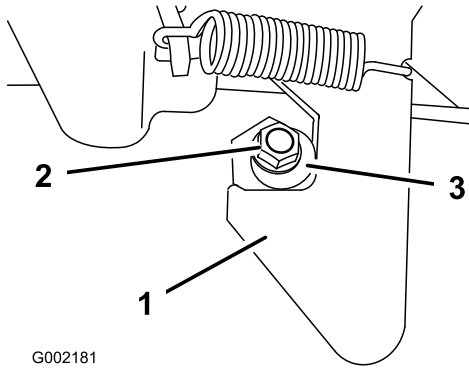

Bild 15
1. Lösen Sie die Mutter am Ende des Verriegelungspfofen (Bild 15).
2. Drehen Sie den Verriegelungspfofen nach rechts, bis er am Riegel anliegt. Ziehen Sie dann die Mutter fest (Bild 15).